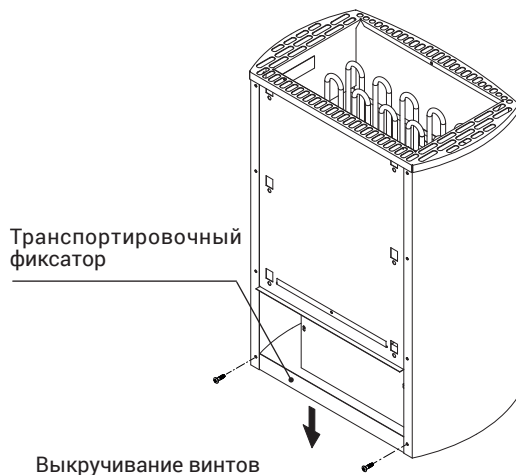

Рис. 4
- Сначала снимите транспортировочный фиксатор, выкрутив два нижних винта на задней стороне (см. рис. 4) и потянув фиксатор вниз.